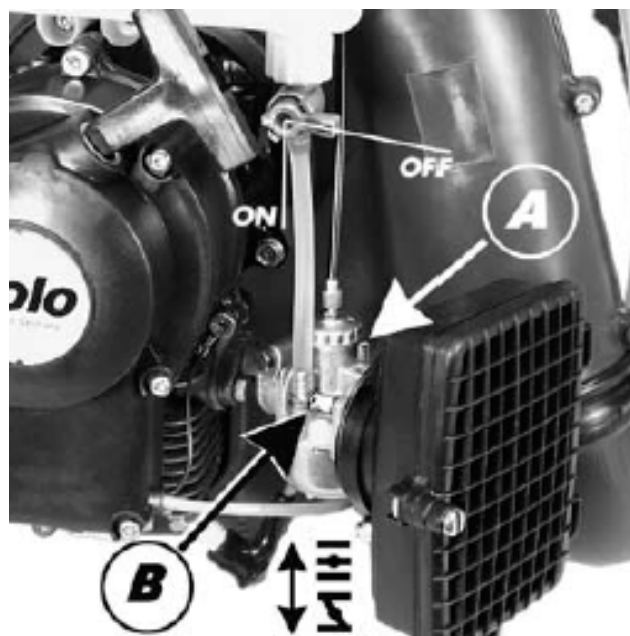

Рис.7
- Переведите выключатель в рабочее положение «I» и откройте топливный кран (ON). (Рис.7)
- С помощью рычага привода воздушной заслонки закройте воздушную заслонку.  (Рис.7)
- После первого кратковременного пуска двигателя, переведите рычаг привода воздушной заслонки обратно в исходную позицию («заслонка открыта») и продолжайте запуск.  (Рис.7)
- Оставьте воздушную заслонку открытой, включите выключатель в положение "start" и запустите двигатель.  (Рис.7)